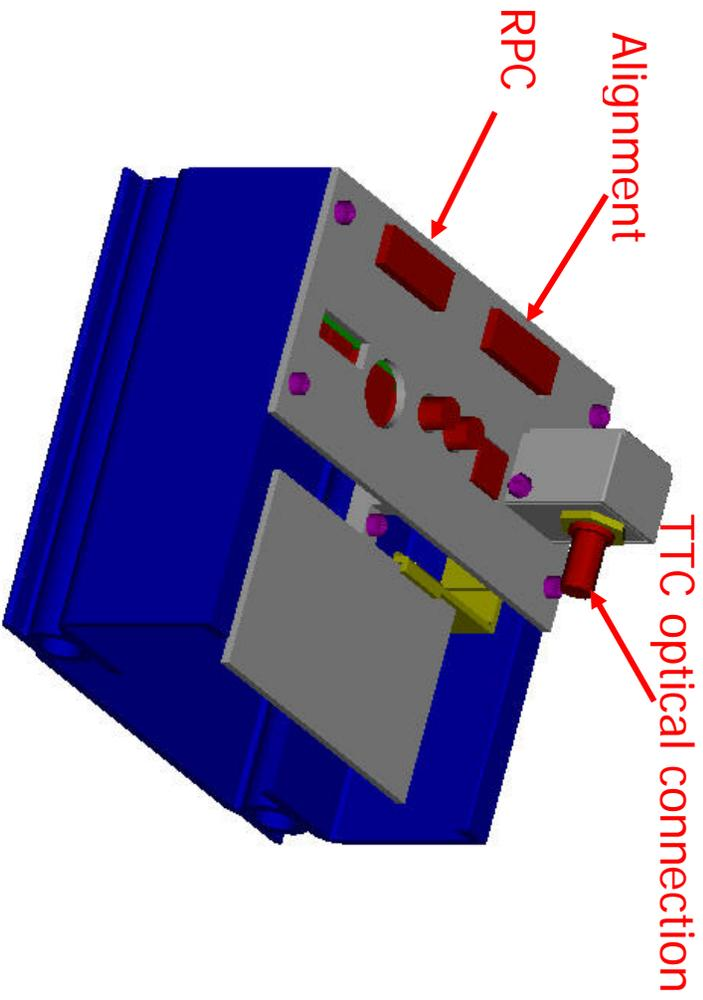
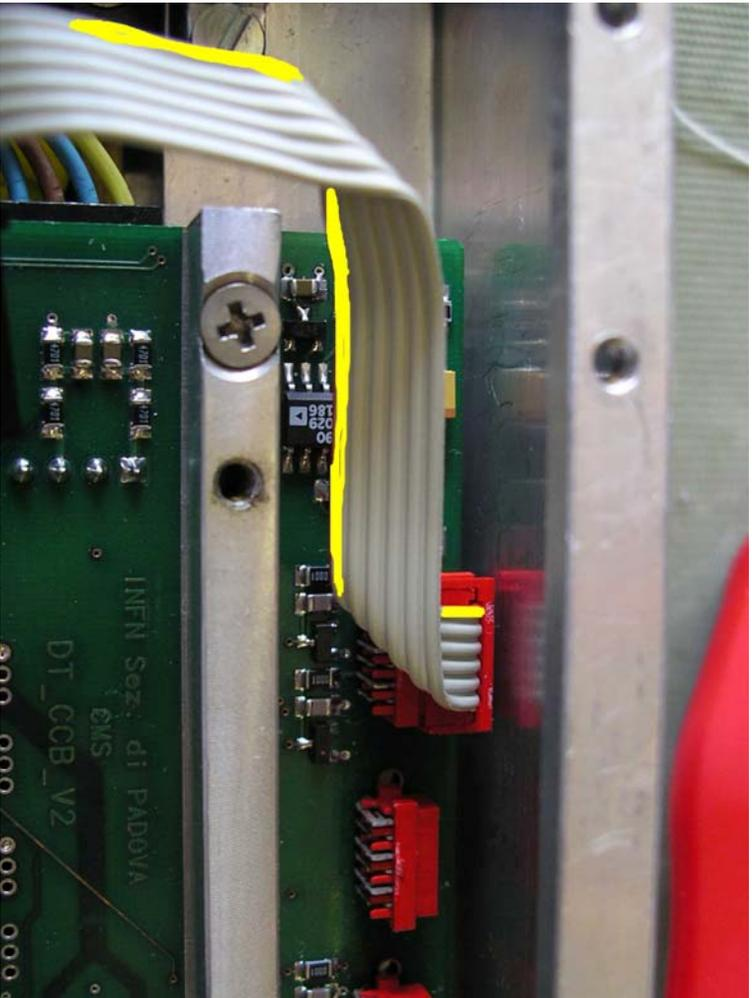
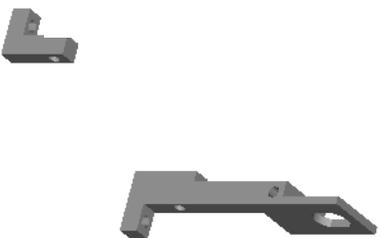

Figura 4: posizione connettori RPC e Allineamento
Figura 5: routing cavo RPC in uscita dalla CCB.
Figura 15: Staffette della Link Board
- Inserire cavi allineamento e RPC (1° e 3° piccolini da sx in alto) (allineamento ce ne va uno solo). Cavi allineamento e RPC scorrono nel Mini-Crate in direzione Link Board (vedi Figura 4), quello allineamento deve uscire da sopra la CCB sopra quello RPC (Figura 5).
- Fissare le due staffette (Figura 15), quella piu' grande va inserita attorno al connettore per il cavo ottico TTC (vedi anche Figura 4), quella piu' piccola va nell'altro lato della board.
- Inserire la fibra ottica dal TTCex nel connettore del TTC sul minicrate (Figura 4).